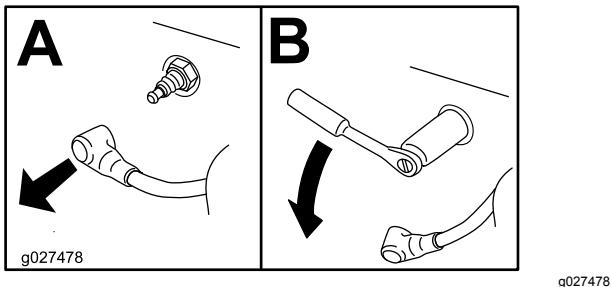

Figura 50
- Retire la bujía (Figura 50).